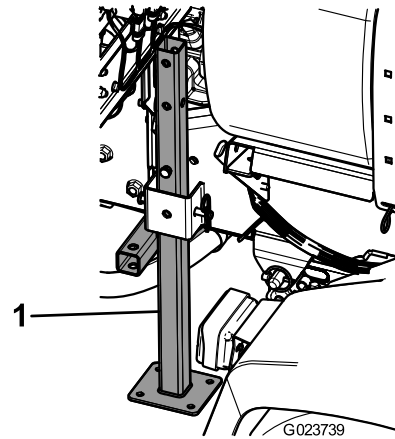

Figura 51
3. Inserte los gatos traseros por el bastidor desde abajo, cerca de los puntos de amarre traseros (Figura 51).